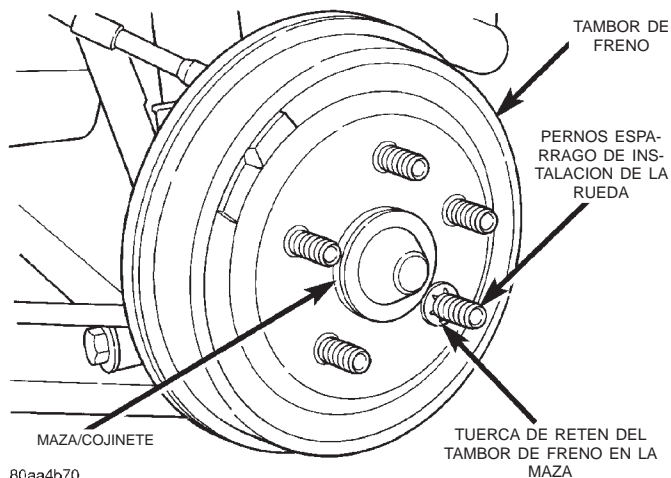

Fig. 81 Tambor de freno trasero
(1) Eleve el vehículo sobre gatos fijos o céntralo sobre un elevador. Consulte Elevación en la sección de Lubricación y mantenimiento de este manual.
(2) Retire del vehículo los conjuntos de ruedas y neumáticos traseros.
(3) Retire los collarines de retención del tambor de freno en la maza/cojinete (si estuvieran instalados) (Fig. 81).